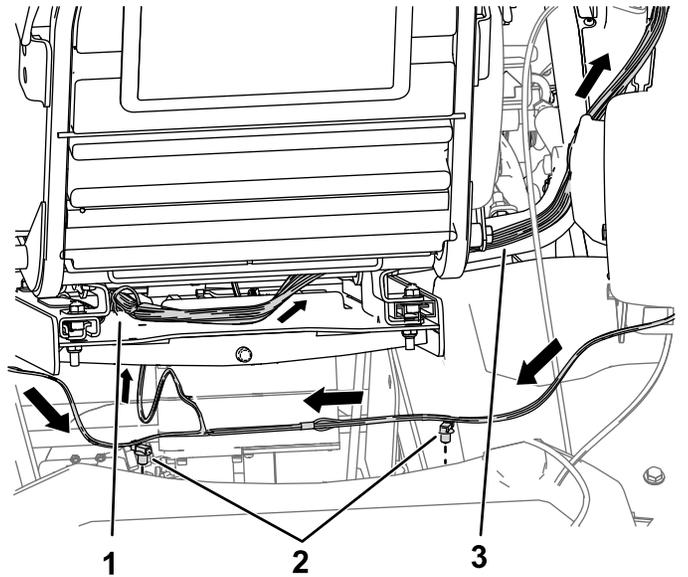

Figure 3
5. Localisez les 2 fixations à pression sur le faisceau et installez les fixations dans le tube du cadre (Figure 3).
- Faites remonter la branche restante du faisceau par le bas du panneau du siège en suivant le faisceau de la machine jusqu'à la console (Figure 3).